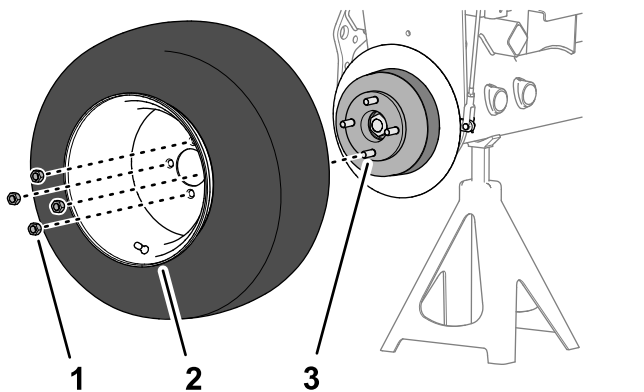

Рисунок 74
1. Установите колесо на ступицу с помощью 4 зажимных гаек (Рисунок 74) и затяните зажимные гайки от руки.